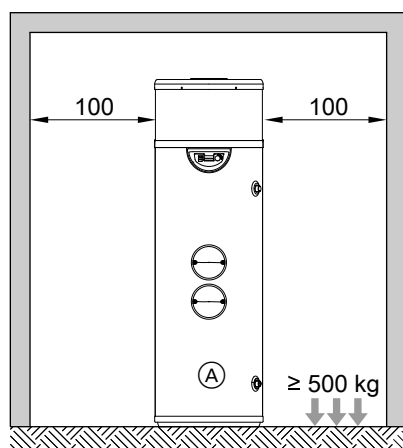

Abb. 4
- Für Service- und Wartungsarbeiten unbedingt die Mindestabstände einhalten (siehe Abb. 4).